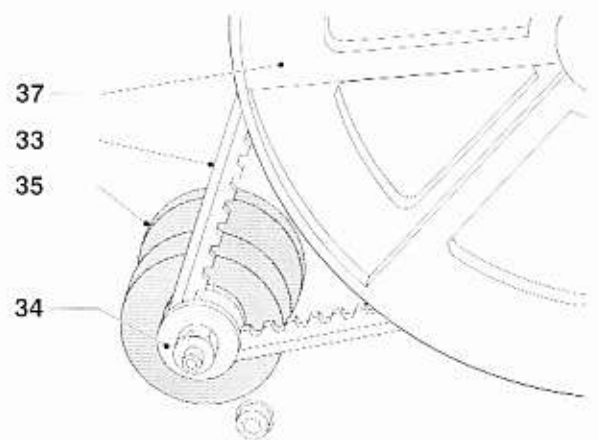

Figure M2
1. Desserrez le boulon de positionnement du moteur (13) et déplacez le moteur dans la fente (36) pour relâcher la courroie d'entraînement (fig. M2).
2. Sortez la courroie d'entraînement de la poulie libre (37), puis de la poulie d'entraînement (34) ou (35).
3. Remettez la courroie d'entraînement sur la poulie libre (37), puis sur la poulie d'entraînement désirée (34) ou (35).
4. Repositionnez le moteur dans la fente (36) pour obtenir la tension correcte de la courroie d'entraînement et fixez le boulon de positionnement du moteur (13).